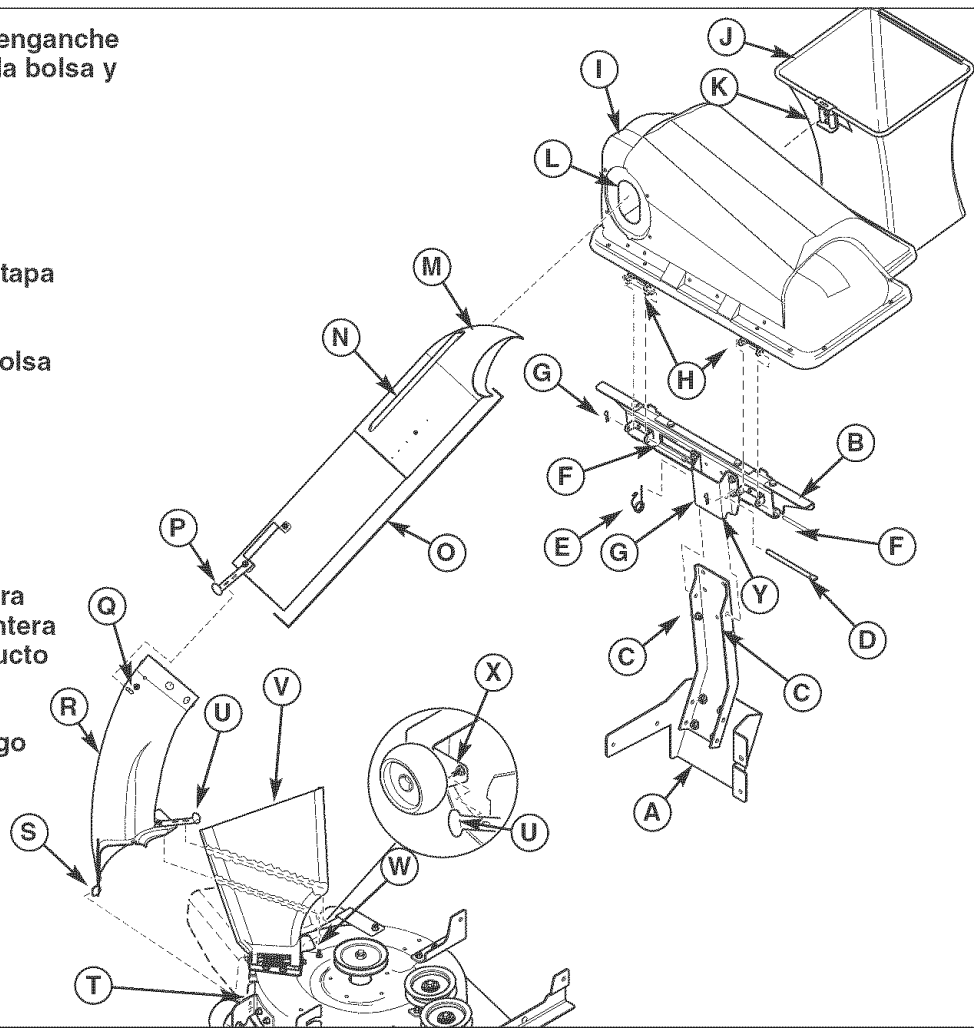

Figura 44. Instalación y retiro normal
1. Fije el conjunto de soporte de la bolsa y de la tapa (B, Figura 44) al conjunto de soporte de enganche (A) deslizando el montaje de apoyo (Y) en su lugar hasta que haga contacto completamente con los pernos de tope (C).
2. Inserte el pasador de montaje (D) a través del montaje de apoyo (Y) y el conjunto de enganche vertical (A).
3. Fije el pasador de montaje (D) con el resorte retenedor (E).
4. Fije el conjunto de tapa (I) al conjunto de soporte de la bolsa (B) usando los pivotes de bisagra de la tapa (H). Sujete el conjunto de tapa (I) al soporte de apoyo de la bolsa (B) con los pasadores de bisagra (F) y los resortes de retención (G).
1. Desenganche la banda elástica (P, Figura 44) del pasador (Q), luego retire el conjunto de tubo (O) del conducto inferior (R) y de la tapa (I).
2. Levante la tapa (I) y retire las bolsas (J) del conjunto de soporte de la bolsa y de la tapa (B).
3. Retire la tapa (I) desconectando los resortes de retención (G), luego retire ambos pasadores de bisagra (F).
4. Retire el conjunto de soporte de la bolsa y de la tapa (B) del conjunto de enganche (A) sacando el resorte retenedor (E), y luego el pasador de montaje (D).